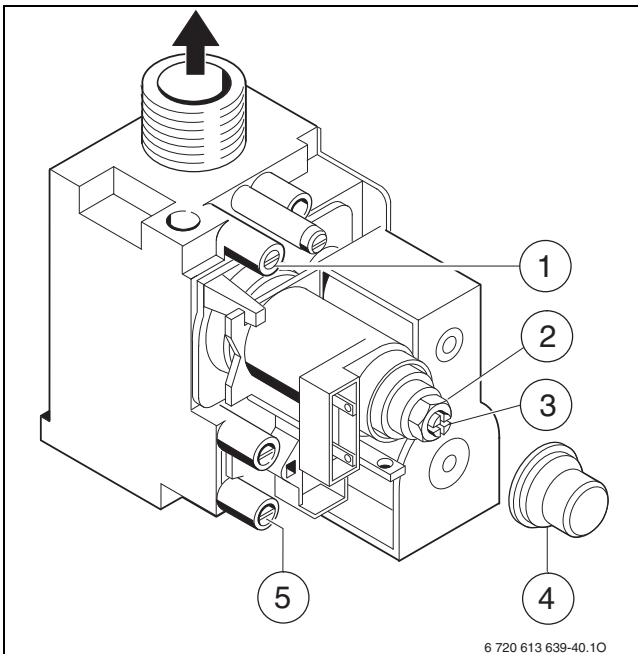

Bild 48 Gasarmatur
- Dichtschaube am Mess-Stutzen für Düsendruck (→ Bild 48, [1]) lösen und U-Rohrmanometer anschließen.
- Abdeckung (→ Bild 48, [4]) entfernen.
- Für „max“ angegebenen Düsendruck (mbar) aus Tabelle Seite 57 entnehmen. Düsendruck über Einstellschraube max. Gasmenge (→ Bild 48, [2]) einstellen. Rechtsdrehung mehr Gas, Linksdrehung weniger Gas.
- Für „min“ angegebenen Düsendruck (mbar) aus Tabelle Seite 57 entnehmen. Düsendruck über Einstellschraube min. Gasmenge (→ Bild 48, [3]) einstellen.
- ▶ Dichtschrabe am Mess-Stutzen für Gas-Anschlussfließdruck (→ Bild 48, [5]) lösen und Druckmessgerät anschließen.
- ▶ Abdeckung (→ Bild 48, [4]) entfernen.
- ▶ Für „max“ angegebene Gasdurchflussmenge aus Tabelle Seite 57 entnehmen. Gasdurchflussmenge über Gaszähler an Einstellschraube max. Gasmenge (→ Bild 48, [2]) einstellen. Rechtsdrehung mehr Gas, Linksdrehung weniger Gas.
- ▶ Für „min“ angegebene Gasdurchflussmenge aus Tabelle Seite 57 entnehmen. Gasdurchflussmenge über Gaszähler an Einstellschraube min. Gasmenge (→ Bild 48, [3]) einstellen.